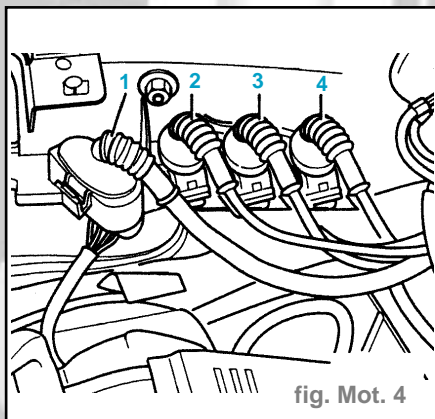

fig. Mot. 4
- Débrancher les connecteurs suivants (fig. Mot. 4) :